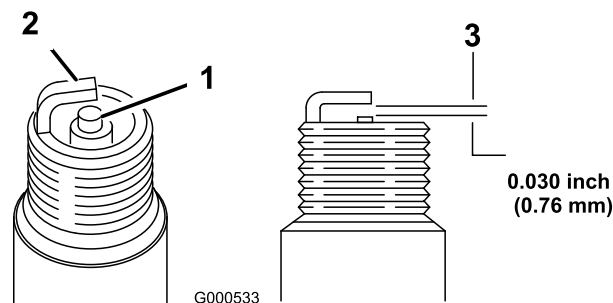

Figura 24
- Setați distanța bujiei la 0,76 mm; consultați Figura 24.